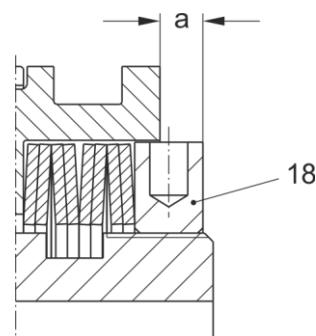

Fig. 12
1. Dévisser la vis sans tête (19).
3. Visser l'écrou (18) jusqu'à l'obtention de la cote « a », fig. 12.
4. Corriger si nécessaire la position de l'écrou de manière à ce que la vis sans tête (19) puisse être vissée dans une des 4 rainures du moyeu.
5. Serrer la vis sans tête (19) dans la rainure du moyeu.